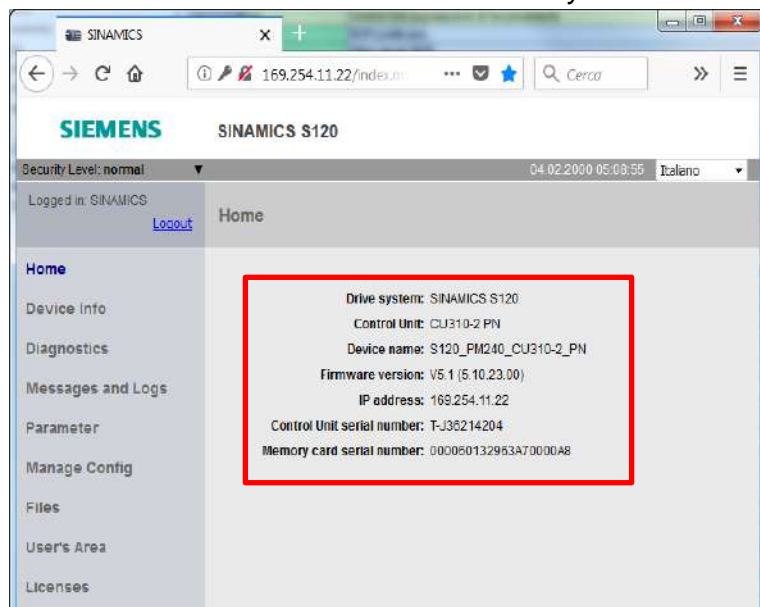

Figura 19 - Schermata SIEMENS S120, Menu generale
1. In *Home* oltre ad elencare tutte le sezioni di cui è composto il collegamento con l'interfaccia SIEMENS, vengono riportate anche le principali caratteristiche dell'inverter come il modello di *Drive system* e della *Control Unit*, il nome del dispositivo *Device name*, la versione CFC *Firmware version*, l'indirizzo IP 169.254.11.22, il numero di serie della Control Unit *Control Unit serial number* ed infine il numero di serie della scheda di memoria *Memory card serial number* (Figura 19)